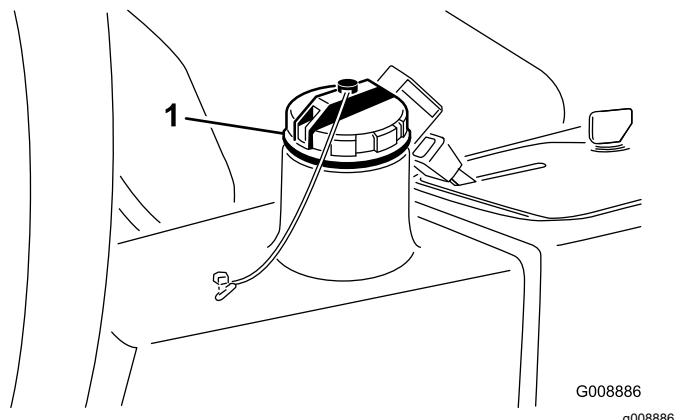

Рисунок 30
- Очистите зону вокруг заливной горловины и крышки гидравлического бака (Рисунок 30). Снимите крышку.